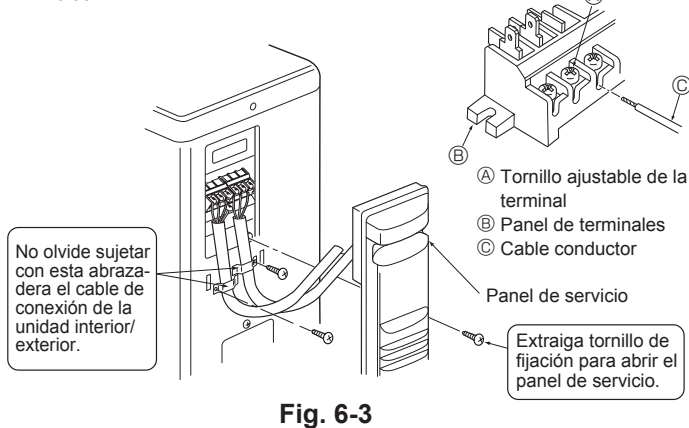
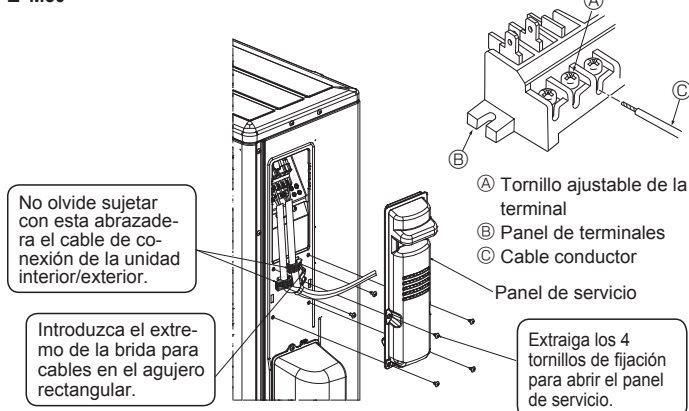
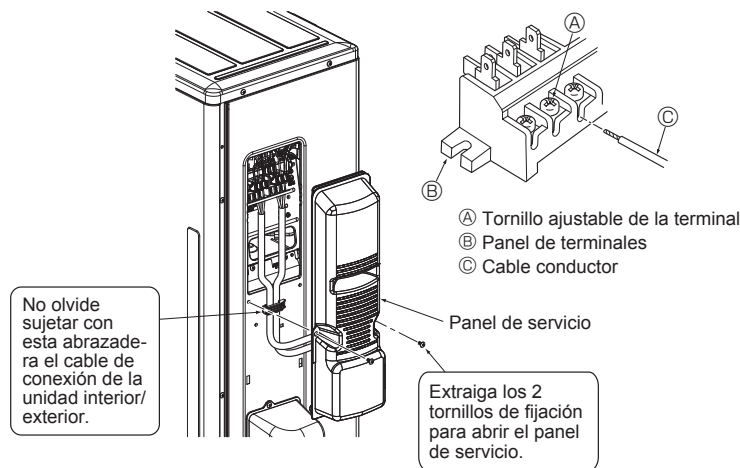

Fig. 6-3
Fig. 6-4
Fig. 6-5
6.1. Unidad exterior (Fig. 6-1, Fig. 6-2, Fig. 6-3, Fig. 6-4, Fig. 6-5)
- ① Retire el panel de servicio.
- ② Conecte los cables de acuerdo con la Fig. 6-1, Fig. 6-2, Fig. 6-3, Fig. 6-4 y la Fig. 6-5.